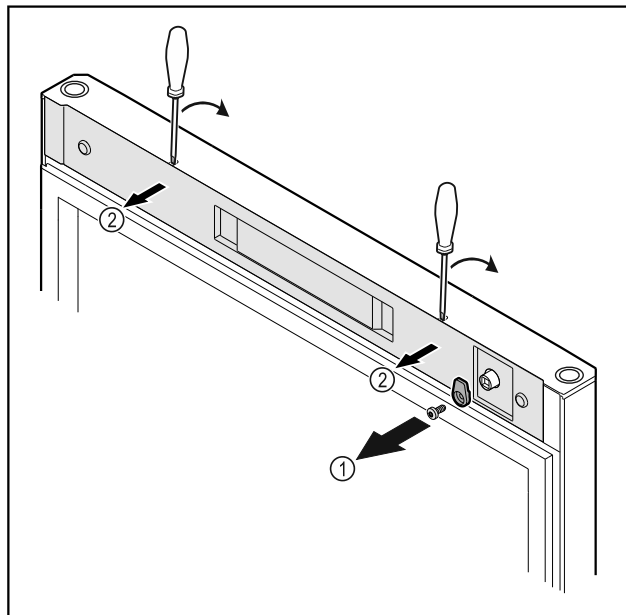

Fig. 18
- Noskrūvējiet slēgšanas āķi Fig. 18 (1).
- Atbrīvojiet un noņemiet pārsegu Fig. 18 (2) ar mazu skrūvgriezi.